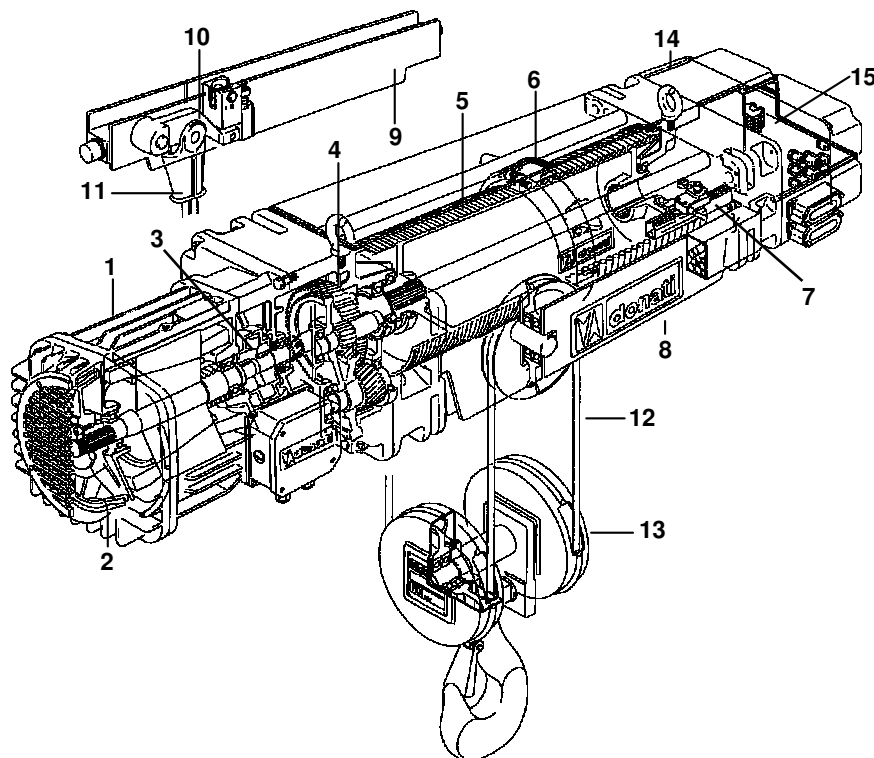

Abb. 5
2.1.3 Die Einzelteile des Elektroseilzugs DRH (Abb. 5)